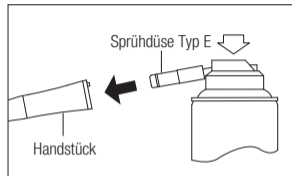

Abb. 7
- 2) Setzen Sie die Sprühdüse auf der Rückseite des Handstücks ein. Halten Sie das Handstück fest und sprühen Sie für die Dauer von etwa 2-3 Sekunden. Tragen Sie Schmiermittel auf, bis es mindestens 2 Sekunden lang aus dem Handstückkopf austritt (Abb. 7).
- 3) Schmieren Sie das Handstück mit dem NSK PANA SPRAY Plus (Abb. 7) oder dem automatischen Handstück-System für Reinigung und Schmierung (Pfleegerät) von NSK.